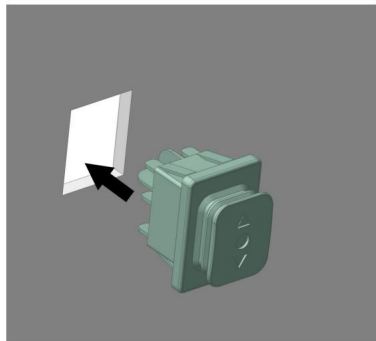
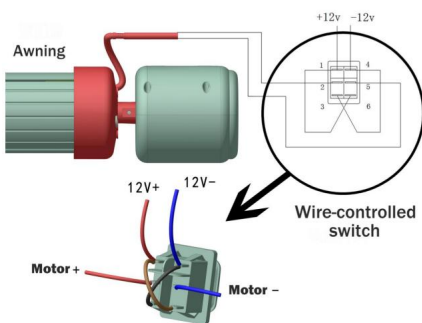

Figura D20
Figura D21
4.1 Innanzitutto, installare l'interruttore di controllo del filo in una posizione adatta all'interno del veicolo (Figura D20). Dopo aver installato la calotta, introdurre il filo del motore nel veicolo e collegarlo secondo la Figura D21. Si consiglia di utilizzare un cavo di alimentazione a 2 fili con RVV2 di non più ^{*} 1,5 mm o più e una lunghezza del filo di 3 m per il cavo di alimentazione del motore (la parte del cablaggio all'interno dell'auto deve essere preparata).